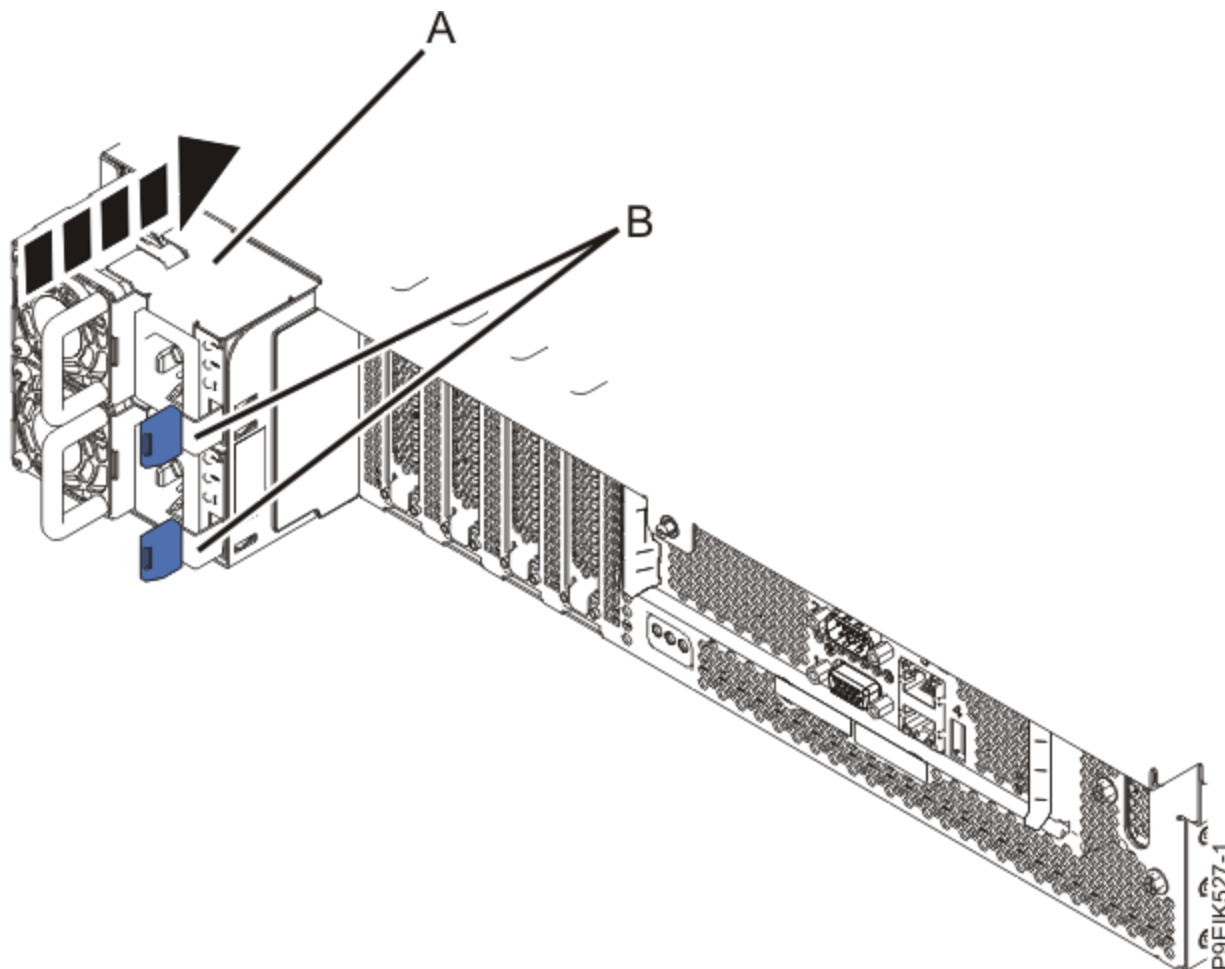

Figura 34. Sustitución de las fuentes de alimentación en el sistema
2. Sustituya las fuentes de alimentación tal como se muestra en la Figura 34 en la página 49.